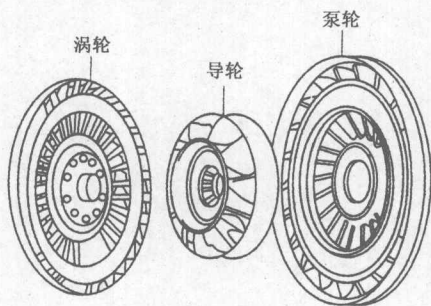

图 1.2 变矩器的组成
(1) 变矩器由泵轮、涡轮和导轮组成,如图 1.2 所示。其作用是柔和传递转矩,自动增大输出件的转矩 2~4 倍。变矩器的基本工作原理就像两台电扇对置时,一台电扇接电源,另一台不接电源,接电源的电扇通过气流可以吹动不接电源的电扇。变矩器泵轮相当于接通电源的电扇,变矩器的涡轮相当于未接电源的电扇,变矩器内的液压油相当于空气。